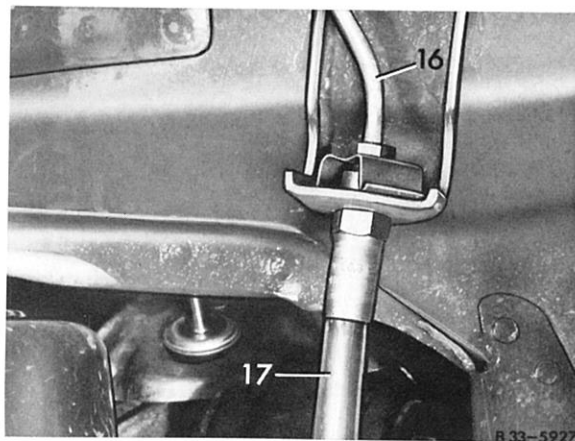

Bild 33–8/2
2 Lenkspurhebel (24) vom Achsschenkel abschrauben (Bild 33–8/1).
3 Bremsleitung (16) und Bremsschlauch (17) voneinander trennen, Anschlüsse mit Gummistopfen verschließen (Bild 33–8/2). Halter (33) vom Bremsschlauch abziehen (Bild 33–8/1).
4 Sechskantmutter am Trag- und Führungsgelenk abschrauben. Führungsgelenk mit der Vorrichtung (41) vom Achsschenkel abdrücken (Bild 33–8/4). Achsschenkel abnehmen.
5 Beide Sechskantschrauben der oberen Querlenkerlagerung lösen und herausnehmen (Bild 33–8/3).